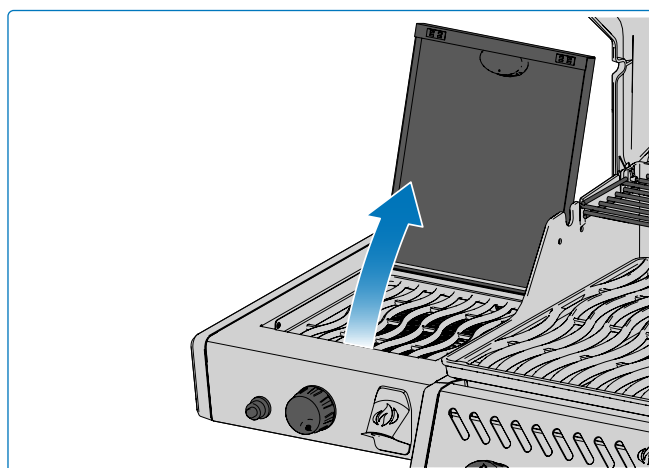

Fig. 10
1. Ouvrez le couvercle du brûleur (Fig. 10)